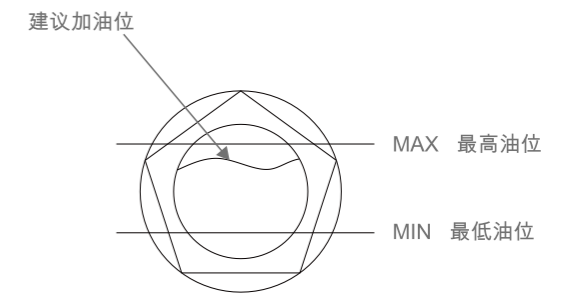

图7
① 泵工作时，泵油液面应始终保持在最低油位线和最高油位线之间（见图7），若液面高度低于最低油位线应及时加油。若液面高度高于最高油位线,应拧开放油塞（图2）放出多余的泵油。
② 观察泵油颜色，正常泵油是清洁和透明的；若泵油颜色变暗或浑浊时需要换油。